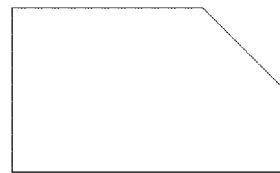
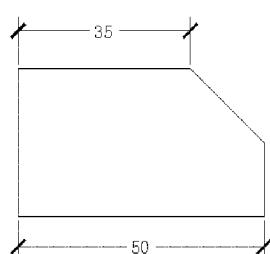

图 3.2 原图
图 3.3 标注矩形尺寸
(1) 确认“正交”按钮 , “对象捕捉”按钮 和“对象捕捉跟踪”按钮 处于打开状态。
(2) 在绘图区单击鼠标指定矩形起始点, 分别标注梯形的长度, 图 3.2 所示为原图, 图 3.3 所示为标注尺寸后效果。